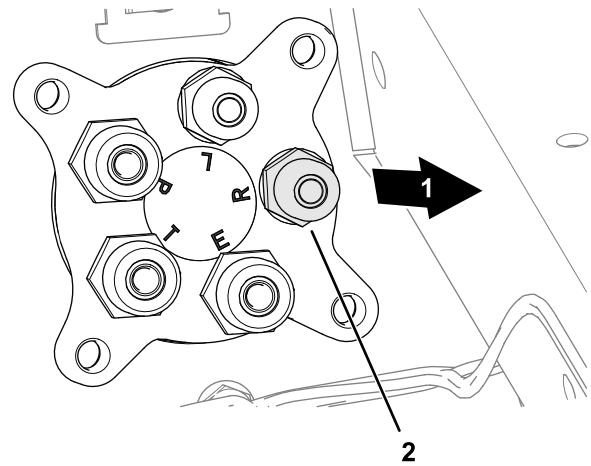

Figura 52
2. Sitúe el acoplamiento del orificio R a la posición de las 3 (Figura 52).